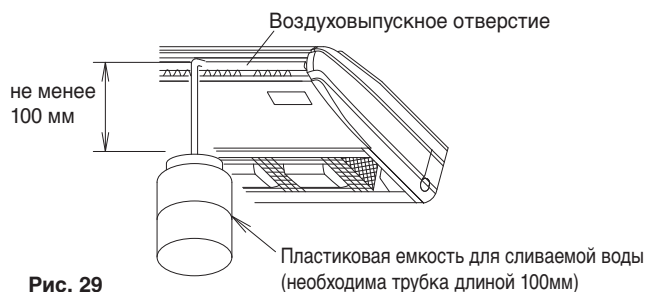

Рис. 29
- (2) После окончания установки трубопровода проверьте, чтобы дренаж протекал беспрепятственно.
- Постепенно налейте 0,6 литра воды в дренажный поддон через воздуховыпускное отверстие для проверки эффективности слива. (См. рис. 29)